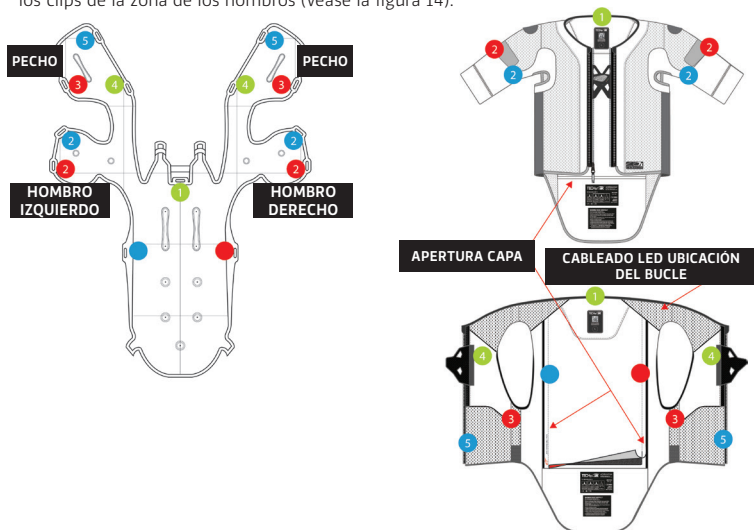

Figura 14: Ubicación de los clips de conexión en el Airbag (izquierda) y en la Capa Base del Sistema (1)
1. Desmontar el Airbag. Acceda al Airbag a través de las aberturas internas (7) que se muestran en la figura 6 y proceda a abrir todos los clips de conexión dispuestos como se muestra en la figura 14. Cada clip tiene un color y un número para ayudar al Usuario en el correcto montaje. El Sistema tiene un total de 11 Clips de Conexión: 2 clips en el área del hombro izquierdo (#2 azul - #2 rojo), 2 clips en el área del hombro derecho (#2 azul - #2 rojo), 3 clips en el lado izquierdo del área del pecho (#3 rojo - #4 verde - #5 azul), 3 clips en el lado derecho del área del pecho (#3 rojo - #4 verde - #5 azul) y 3 clips para el área de la espalda (#1 verde - # azul - # rojo). Se sugiere que el Usuario separe los clips empezando por los situados en la zona de la espalda, después separe los clips de la zona del pecho y, por último, separe los clips de la zona de los hombros (véase la figura 14).
1. Colocar el Airbag. Vuelva a introducir el Airbag en la Capa Base (1) pasándolo a través de la abertura presente en el interior del Protector de la Espalda (5) y guiándolo suavemente a través de la abertura. Coloque ahora la carcasa de los Infladores de Gas (13) dentro de la Unidad de Control del Airbag (6). Gire el Sistema para que el Protector de Espalda (5) quede hacia abajo. Introduzca cada zona protectora del Airbag en los bolsillos correspondientes situados en la espalda, los hombros y el pecho, asegurándose de utilizar todas las aberturas presentes en la Capa Base (1) como se muestra en la figura 6. Asegúrese de evitar torcer o doblar todas las secciones del Airbag. Fije el Airbag a la Capa Base (1) volviendo a conectar 10 de los 11 clips de conexión que se muestran en la figura 14, excepto el clip de conexión (nº 1 verde) que se encuentra en la zona superior de la espalda.
1. Insertar los componentes electrónicos. Una vez recolocado el Airbag, colóquelo con el Protector de Espalda (5) hacia arriba para poder introducir los componentes electrónicos y su cableado a través de la abertura presente en el interior del Protector de Espalda (5). Con el Sistema colocado con la Solapa Frontal (3) hacia arriba, acceda a la zona interior del chaleco y al cableado en la zona superior de la espalda. Vuelva a colocar los sensores periféricos en sus soportes en sus bolsillos de Velcro, asegurándose de hacer coincidir el color del sensor con el indicado en la etiqueta, y cierre bien el Velcro. A continuación, vuelva a colocar la Pantalla LED (2) pasándola primero con cuidado a través del bucle elástico situado en la zona del hombro izquierdo, como se indica en la figura 14, y luego pase el cableado hacia abajo a través de la zona izquierda del pecho hasta la abertura próxima a la Solapa Frontal (3). Por último, introduzca la Pantalla LED (2) dentro de la Solapa Frontal (3) y cierre bien el Velcro. Cierre el último Clip de Conexión del Airbag (#1 verde) en la zona superior de la espalda y compruebe que el Airbag está bien colocado y sin NINGÚN pliegue o parte retorcida. Puede comprobarlo moviendo suavemente la mano por todas las secciones del Airbag. Asegúrese también de comprobar que TODO el cableado no esté tirante en ningún sitio. Ahora, asegúrese de cerrar todas las aberturas internas como se indica en la figura 6.
2. Cerrar la Unidad de Control del Airbag y revisar el Sistema. Gire el Sistema con el protector de espalda (5) hacia arriba. Compruebe que la carcasa de los Infladores de Gas (13) esté bien sujeta y que todos los componentes estén correctamente colocados. Ahora puede volver a colocar la Tapa (12) y asegurarse de que esté bien cerrada. Por último, verifique que el Sistema funcione correctamente cerrando la Solapa Frontal (3) del Sistema y comprobando la secuencia de LED indicada en la Sección 13.